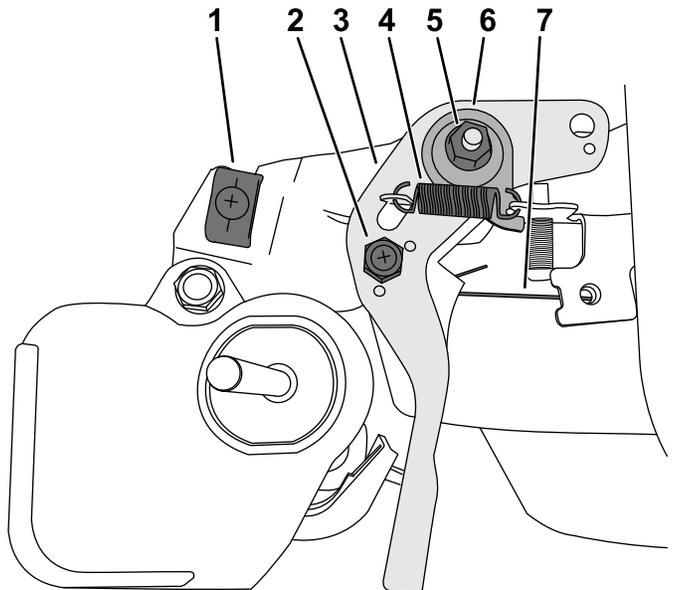

Bild 3
2. Entfernen Sie die Drehmutter vom Gasbedienungshebel (Bild 3).
3. Entfernen Sie die kurze Feder und die Reglerfeder (Bild 3).
4. Entfernen Sie die Mutter, Druckplatte, Wellenscheibe und Gaszug vom Motor (Bild 3).